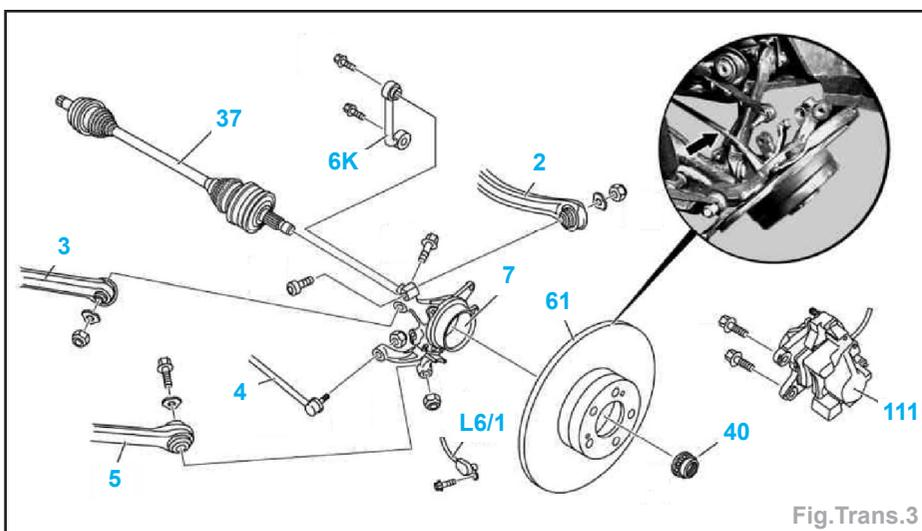

Fig. Trans.3
- Déposer l'écrou à collet douze pans (40) du demi-arbre d'essieu arrière (37) (Fig.Trans.3).
- Dévisser l'étrier de frein (111) sur l'essieu arrière.
- Dévisser de la fusée (7) :
- le tirant (3),
- le bras de suspension supérieur (2),